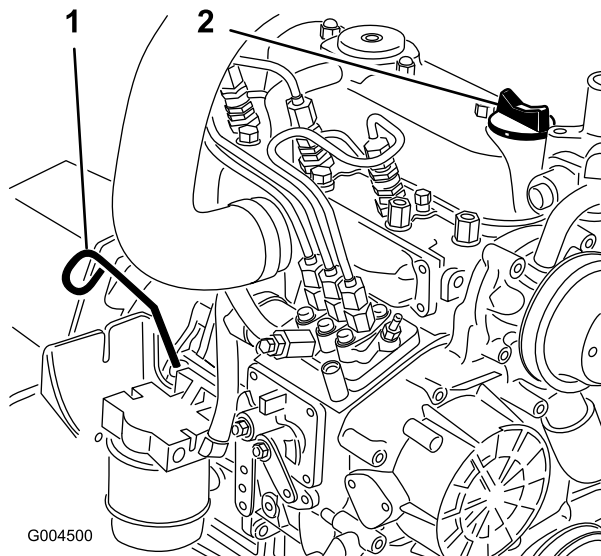

Figura 46
2. Retire la varilla (Figura 46), límpiela, y vuelva a colocarla. Retire la varilla y compruebe el nivel de aceite.
3. Si el nivel de aceite está por debajo de la marca Lleno, retire el tapón de llenado (Figura 46) y añada aceite hasta que el nivel llegue a la marca Lleno de la varilla.